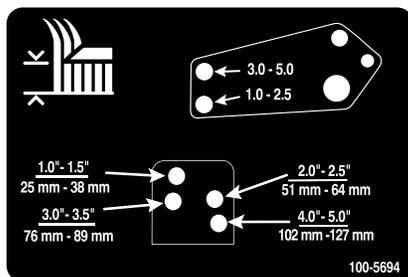

Figure 24
11. Alignez les trous de la biellette d'amortisseur avec ceux du support de hauteur de coupe sélectionnés dans le bâti des plateaux de coupe (Figure 24), puis insérez les axes de chape et posez les goupilles fendues.